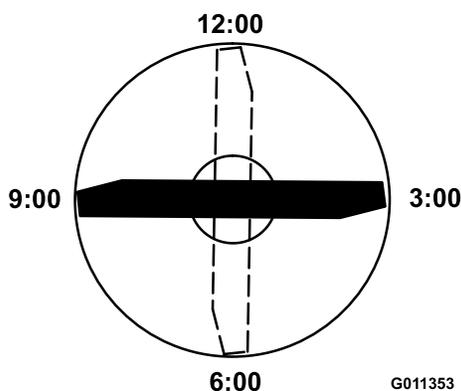

Рисунок 81
5. Поверните отмеченный конец ножа в положения «3 часа» и «9 часов» (Рисунок 81) и измерьте значения высоты.